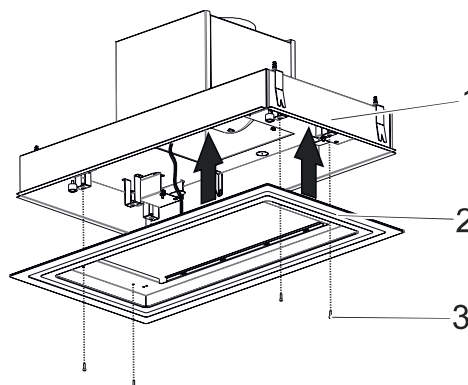

Fig. 15
8. ➤ Monter filterpanelgruppen på produktet med 4 skruer (Fig. 15).